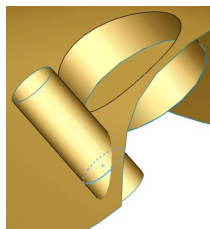

图 7-180 拉伸曲面特征
(2) 单击【曲面】工具栏中的【拉伸曲面】按钮，系统弹出【曲面-拉伸】属性管理器，在【方向 1】选项组中，设定【终止条件】为【给定深度】，并设置【深度】为 205mm，在【方向 2】选项组中，设定【终止条件】为【给定深度】，并设置【深度】为 60mm，单击【确定】按钮，生成拉伸曲面，如图 7-180 所示。